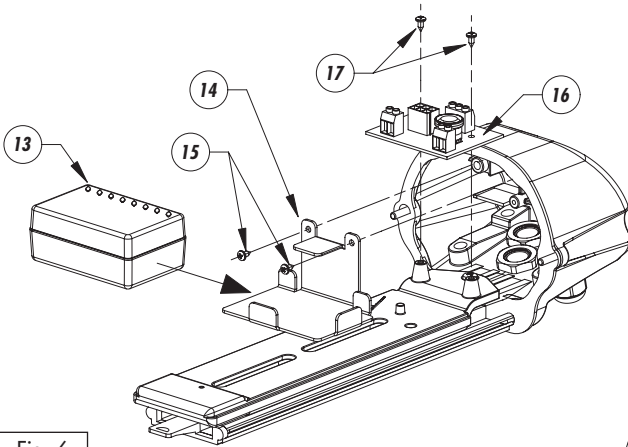
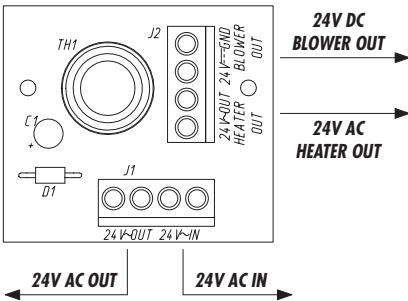

Fig. 6
Fig. 12
3. Die elektronische Standardplatine durch die Platine des Bausatzes (16) mit der Hilfe der zwei Befestigungsschrauben (17) ersetzen (Fig. 6).
5. Das Netzteil (13) auf dem Befestigungsbügel (14) positionieren.
6. Das Netzteil und den Bügel auf der hinteren Abdeckplatte, mit der Hilfe der mitgelieferten Schrauben (15), befestigen.
7. Den sechspoligen Stecker am Kabelende in die zugehörige Buchse einfügen, die auf der Trägerschaltung mit J2 bezeichnet ist (Fig. 12).